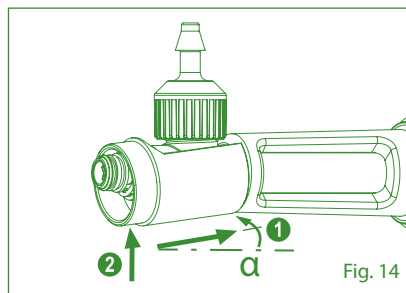

Fig. 14
2. Insert black jacket at a small angle ① and push until abutment ② (Fig. 14)
2. Setzen Sie die schwarze Manschette in einem kleinen Winkel ① ein und drücken Sie sie bis zum Anschlag ② (Abb. 14).
2. Insérez la gaine noire avec un petit angle ① et poussez jusqu'à l'arrêt ② (Fig. 14).